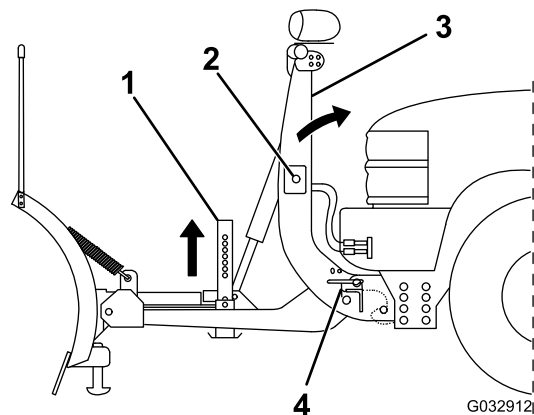

Figure 30
6. Poussez le commutateur SmartHitch2, situé sur le côté de la tour d'accouplement, vers le haut et élevez la tour jusqu'à ce que les goupilles à ressort se bloquent en position (Figure 30).
8. Tirez sur la goupille à ressort de la béquille et relevez la béquille, puis relâchez la goupille pour bloquer la béquille en place (Figure 30).